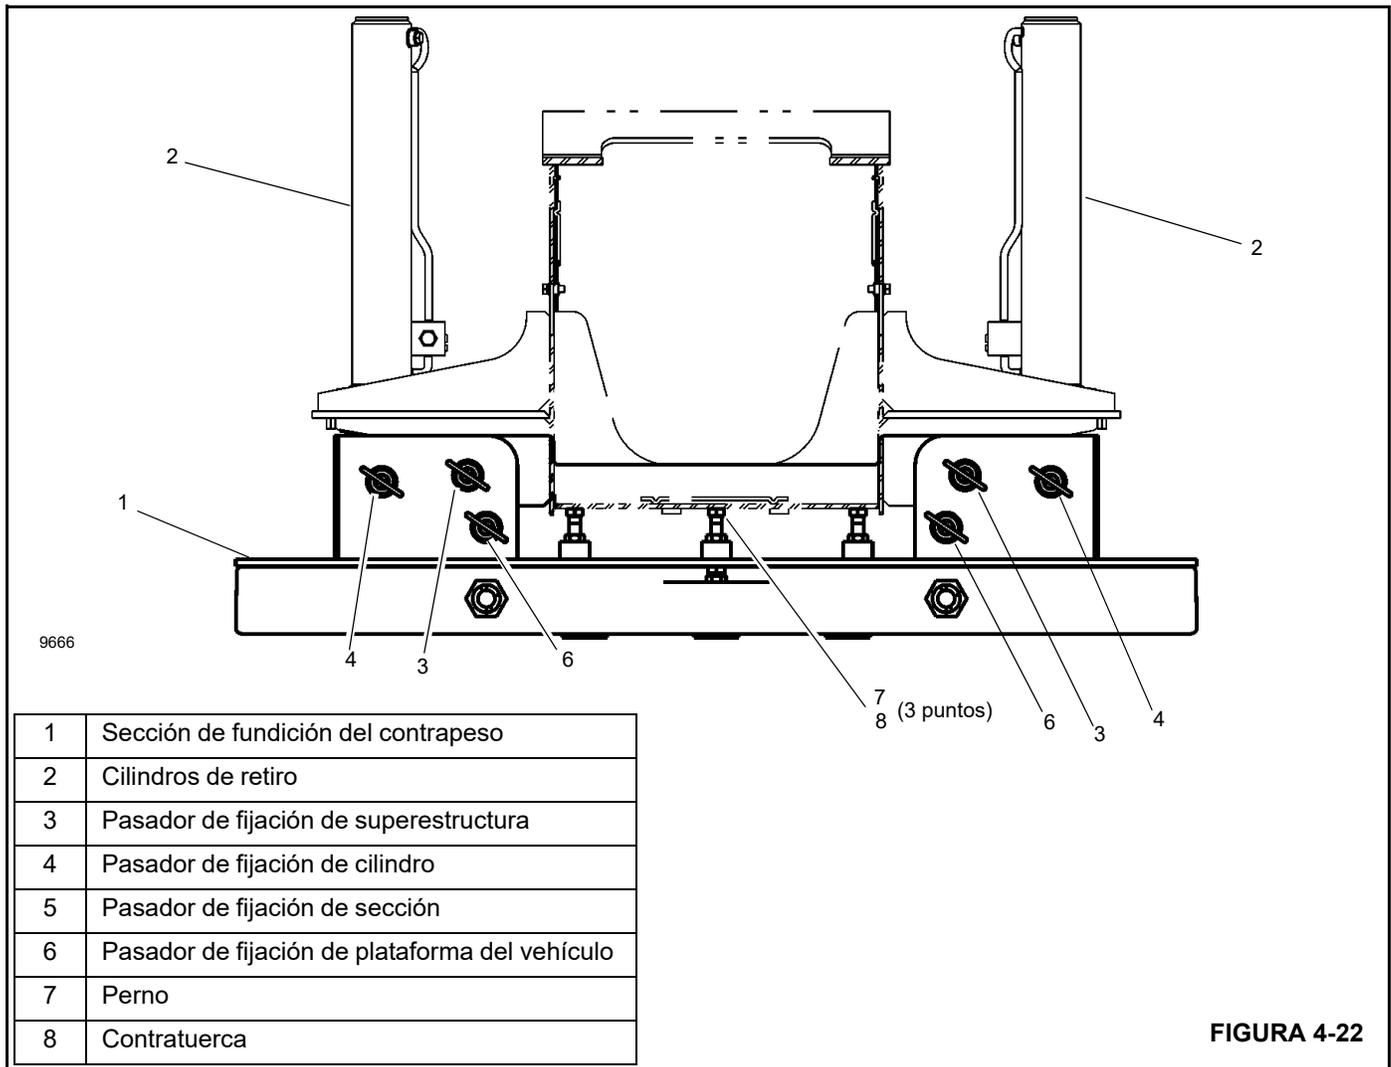

FIGURA 4-22
- 6. Retire los pasadores izquierdo y derecho (6, Figura 4-22) que aseguran el contrapeso a la plataforma del vehículo.
- 9. Conecte el contrapeso retirable a los cilindros utilizando los pasadores de fijación de sección (4, Figura 4-22).
11. Enganche el contrapeso a la superestructura utilizando los pasadores (3, Figura 4-22).
12. Ajuste los pernos (7) como sea necesario para nivelar el contrapeso y eliminar cualquier movimiento relativo entre los contrapesos superior e inferior. Apriete las contratueras (8) para bloquear los contrapesos en su posición.
6. Quite los pasadores de la superestructura (3, Figura 4-22).
8. Quite los pasadores de enganche del cilindro (4, Figura 4-22) que fijan el contrapeso retirable a los cilindros.
10. Asegure el contrapeso a la plataforma del vehículo con pasadores (6, Figura 4-22).